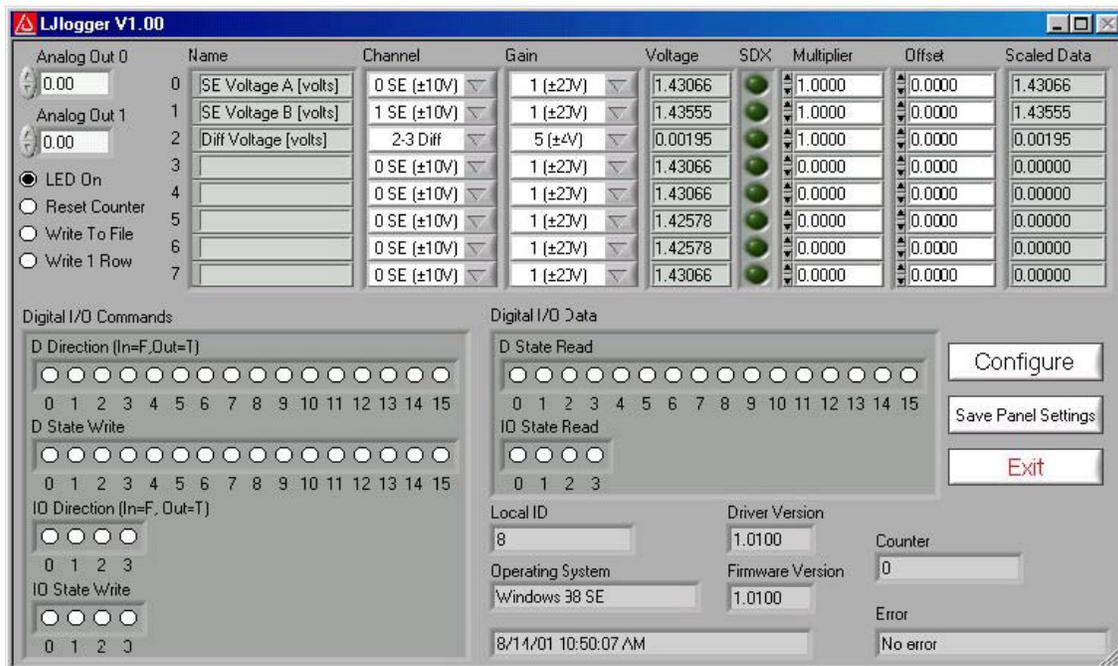

图 3-5. LJlogger
该程序的主窗口如图 3-5 所示。白色区域和“SDX”按键是用户输入或选择的项目。灰色的区域是用来显示信息的。按下“Save Panel Settings”会将当前的各输入值设置成默认值。如果某个输入口的“SDX”被选，那么相应的 SDX 动态链接库会用来计算“Scaled Data”。用户可以编写自己的 SDX 动态链接库（详见源程序）来进行复杂的运算。该程序只有英文版本。
- **触发事件#0：** 如果图3-5中模拟输入第七行的Scaled Data（计算值）大于第五行，那么将A01设置成5伏。每次触发后要等待10秒事件才会再次被触发。